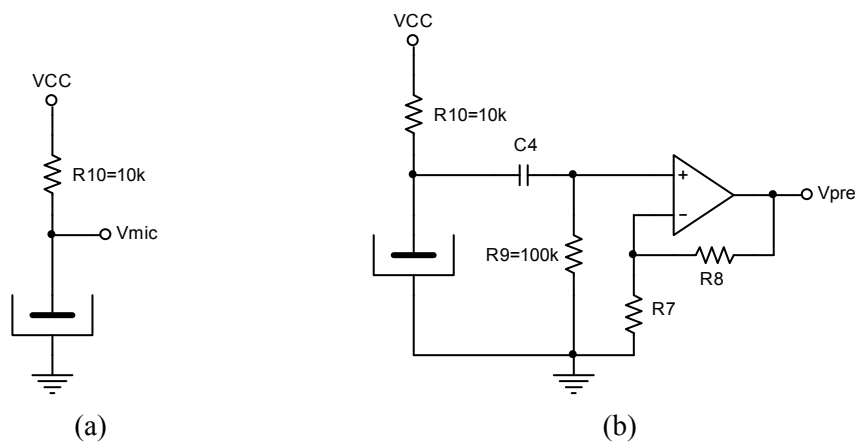

Figura 2-3: Microfone de eletreto. a) Polarização. b) Microfone mais amplificador.
- 1 - Monte o circuito da Figura 2-3 (a) utilizando um microfone de eletreto e um resistor  $R_{10}=10k\Omega$ .
- 3 - Com a tensão  $V_{mic}$ , projete o pré-amplificador da Figura 2-3 (b) de tal forma a se obter uma tensão máxima  $V_{pre}=1V$  e frequência de corte inferior menor que 50Hz. Conecte o pré-amplificador ao amplificador da Fase 2, conforme a Figura 2-4, substitua a carga  $R_L$  por um alto-falante de  $8\Omega$  e fale ao microfone.